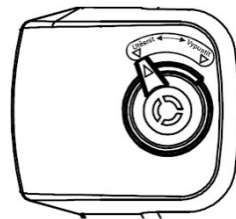

Figura 15
4. Pune i supapa de presiune (3) în pozi ia „Etanșare” și controla i dacă supapa de siguran ă (4) cade.
5. Atunci când pune i supapa de presiune (3) în pozi ia „Etanșare” sau „Evacuare”, potriv i semnul de pe supapa de presiune (3) cu săgeata de pe mâner (1), așa cum este ilustrat în Figura 15.